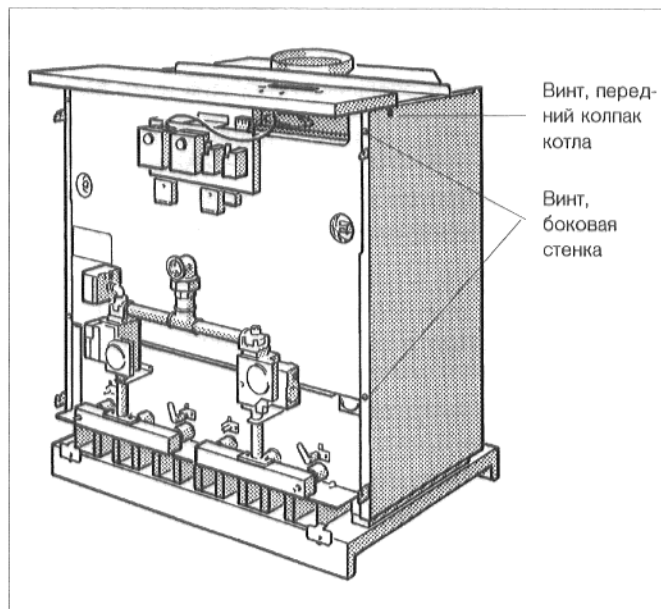

Рис. 5. Передняя сторона котла
- Закрепить одну боковую стенку, при помощи двух винтов для листового металла, к промежуточной стенке на передней стороне котла (рис. 5).
- Закрепить, при помощи двух винтов для листового металла, обе боковых накладки переднего колпака котла, к боковым стенкам (рис. 5).